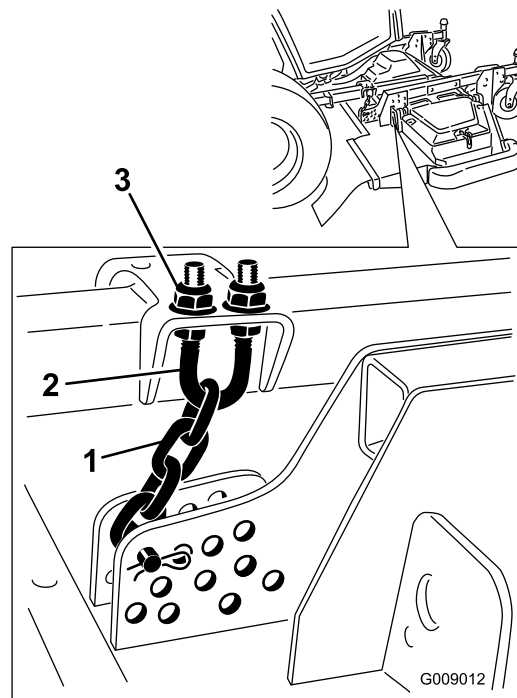

Bild 94
5. Lockern Sie die Klemmmuttern an der Ober- oder Unterseite des U-Bügels an der Schnitthöhenkette (Bild 94).